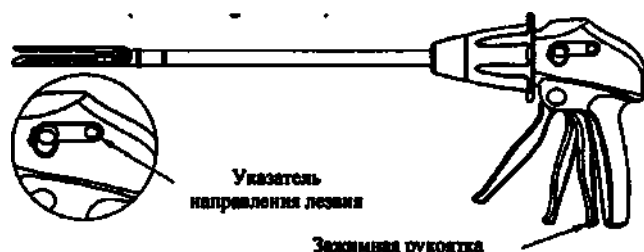

Рисунок 10
4. Изделие полностью закрыто, когда фиксирующая рукоятка прижата к неподвижной рукоятке. Удерживайте его закрытым в течение 15 секунд перед осуществлением нового прошивания. В то же время, если стрелка на указателе направления лезвия указывает вперёд, степлер может осуществлять прошивание (Рисунок 10).